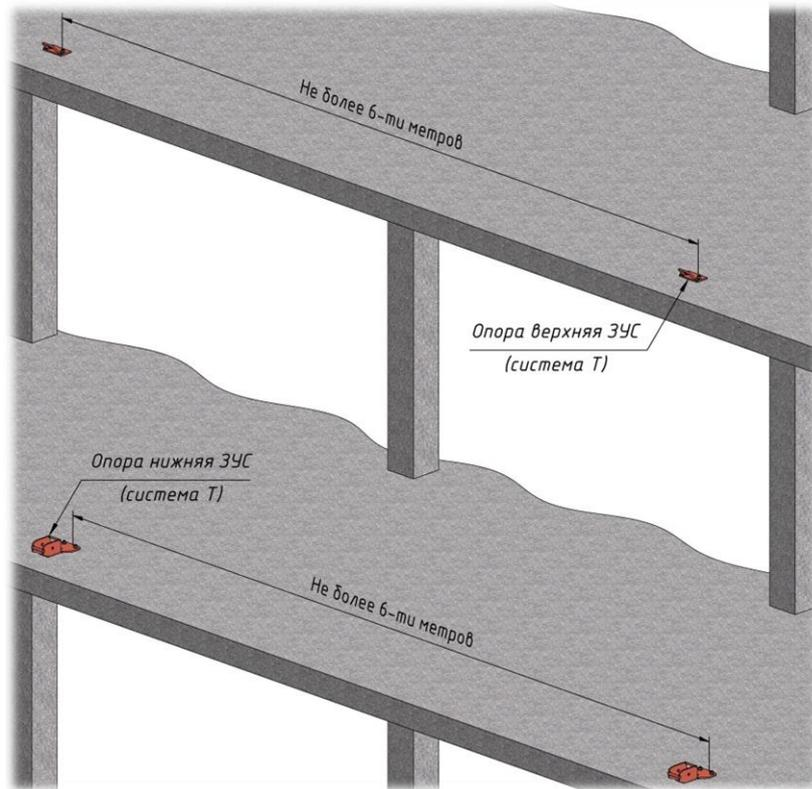

Рисунок 2
3. Установка и закрепление опор на смежных этажах (рис. 2).